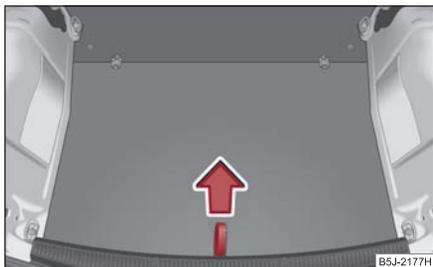
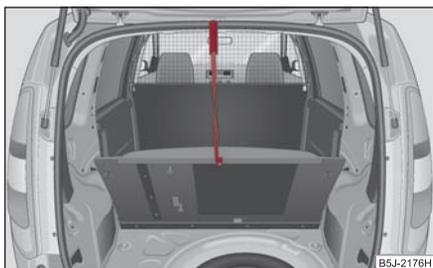

Fig. 219 Lazo para levantar el piso de carga
Fig. 220 Sujeción del piso de carga por medio de un gancho de plástico
- Levantar el piso de carga por el lazo ⇒ **fig. 219** y fijarlo por medio de un gancho de plástico (éste se ubica debajo del borde del piso de carga) en el borde superior del marco del portón posterior ⇒ **fig. 220**. ■